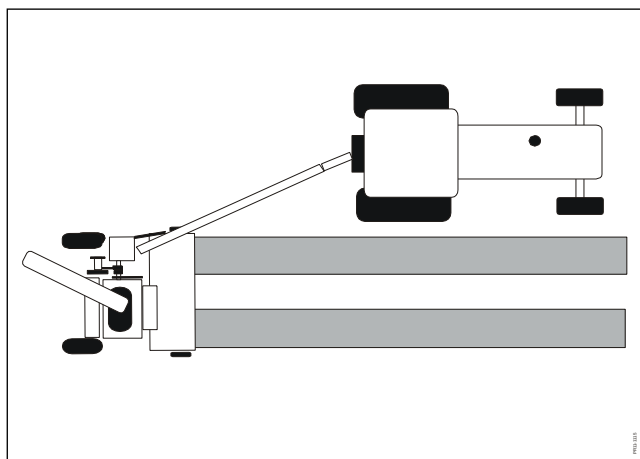

Fig. 5-7
- Fig. 5-7** 1) Snitteren samler græs op ved siden af traktoren, arbejder offset. Her kan opsamles brede enkeltskår og 2 dobbeltskår, som er meget velegnet til snitteren. En god køreteknik, når der læsses i vogn på højre side af snitteren.